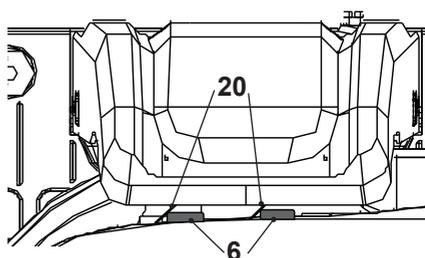

Fig. 19
- > Poussez la tondeuse robot par le côté droit sur le socle (18) de la station de charge (Fig. 19).
- > Vérifiez que les bandes de chargement (6) sur la tondeuse sont en contact avec les broches de chargement (10) sur la station de charge (Fig. 19).